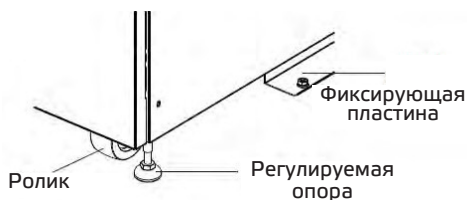

Рисунок 2-5
5. Чтобы зафиксировать шкаф в нужном положении, просто поверните выравнивающие ножки по часовой стрелке и закрепите пластины шкафа. См. рис. 2-5.